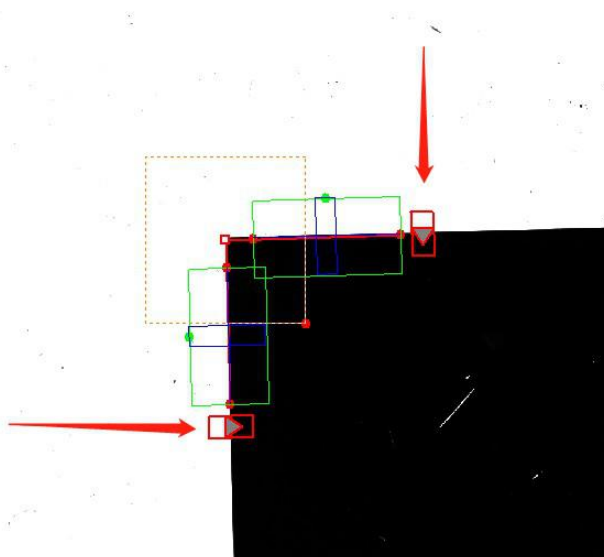

图 2-20
- d. **直线交点**：选择“直线交点”工具（弹出如下图 2-20 所示）